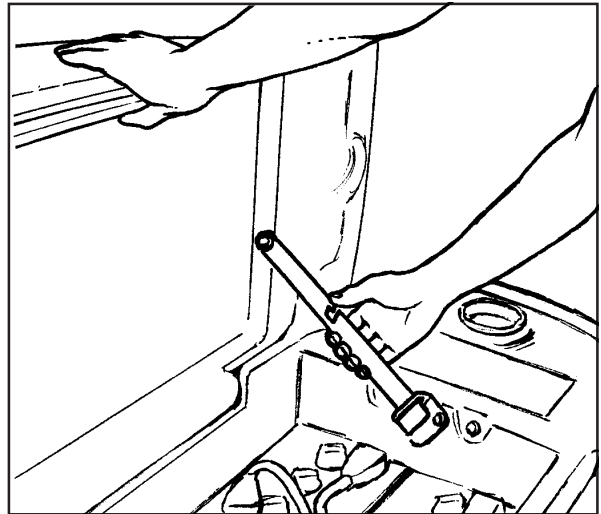

Abb. 29A
1. Um die Batterien zu überprüfen, klappen Sie den Schmutzwassertank vollständig auf bis die Stütze hörbar einrastet. Siehe Abb. 29A. Um den Tank zu schließen, ziehen Sie die Stütze nach oben und senken dann den Tank langsam ab.